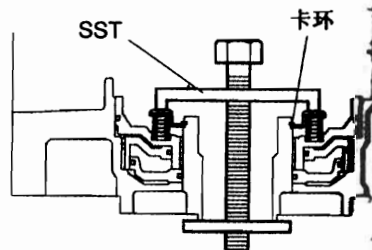

图 12-1-64
(67) 拆下 1 挡和倒挡制动器回位弹簧分总成。如图 12-1-64 所示, 将 SST 放置在弹簧限位座上, 并压缩回位弹簧。用 SST 拆下卡环和制动器回位弹簧。